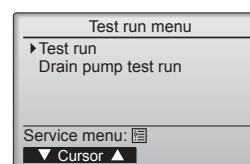

Fig. 7-2
- Selecteer "Test run" (Proefdraaien) in het Test run-menu (Proefdraaien) en druk op de toets [SELECTEREN]. (Fig. 7-2)